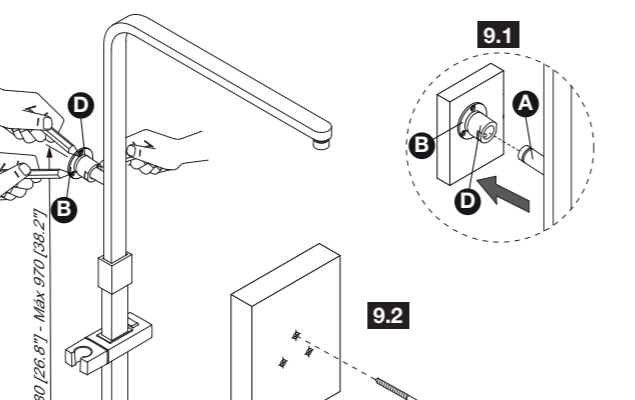
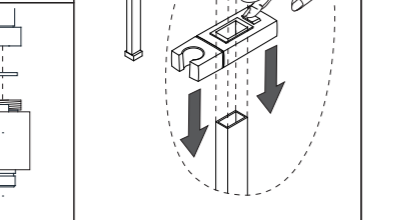

Fig. 9
Fig. 8
7) Roscar el tubo al grifo termostático colocando la junta de estanqueidad (Fig. 8). Introducir el vástago (A) en la pieza (D) (Fig. 9.1) y posicionar el tubo superior a la altura deseada teniendo en cuenta las indicaciones (Ver pág.1, "PLANOS"). Marcar con un lápiz los 3 agujeros de la pieza (B) del soporte (Fig. 9).
7) Thread the shower pipe to the thermostatic faucet by installing the sealing gasket (Fig. 8). Insert the shower pipe rod (A) into the (D) part (Fig. 9.1) and place the upper shower pipe at the desired height according to the indications (Pg.1, "PLANS"). Mark with a pencil the 3 holes of the piece (B) onto the wall (Fig. 9).
7) Visser le tube sur le robinet thermostatique en plaçant le joint d'étanchéité (Fig. 8). Insérer la tige (A) dans la pièce (D) (Fig. 9.1) et positionner le tube supérieur à la hauteur désirée en tenant compte des indications (voir page 1, «PLANS»). Marquer au crayon les 3 trous de la pièce (B) du support (Fig. 9).